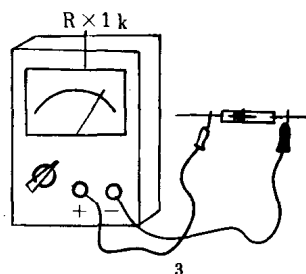

图1-9 用万用表判别二极管正负极
④用万用表 $R\times 100$ 或 $R\times 1\text{k}$ 档,任意测量二极管的两根引线,如果量出的电阻只有几百欧(正向电阻),则黑表棒(即万用表内电源正极)所接引线为正极,红表棒(即万用表内电源负极)所接引线为负极(见图1-9)。